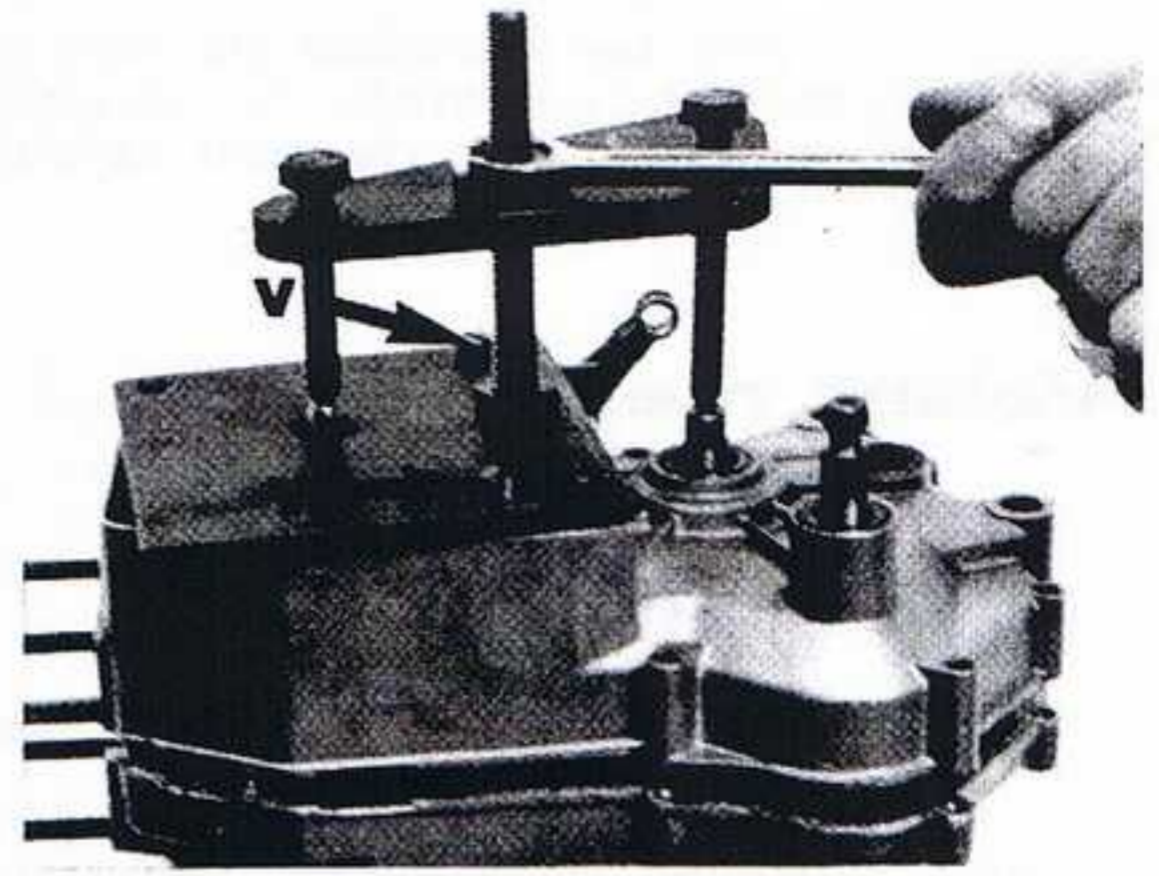

fig. 23
- Désaccoupler les demi-carters à l'aide de l'outil 1389 (fig.23)